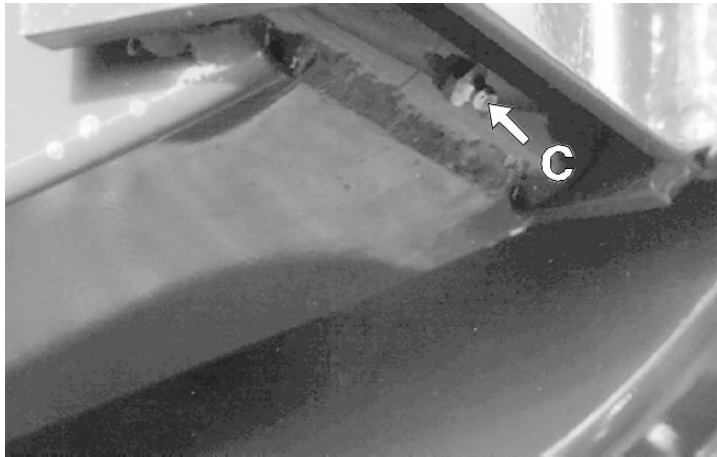

fig.34
- Ogni 20 ore di lavoro ingrassare gli snodi del telaio attraverso gli ingrassatori **C** (fig.34 e 35) e l'ingrassatore supporto disco andanatore **C** (fig.35/1).
- Every 20 work hours, grease the frame swivels by means of the grease nipples **C** (fig.34 and 35) and windrow disk support lubricator **C** (fig.35/1).
- Toutes les 20 heures de travail, il faut graisser les articulations du châssis au moyen des graisseurs **C** (fig.34 et 35) et le graisseur du support du disque andaineur **C** (fig. 35/1).
- Cada 20 horas de trabajo, engrasar las articulaciones de la estructura mediante los engrasadores **C** (fig.34 y 35) y el engrasador del disco hilerador **C** (fig.35/1).
- Die Gelenkpunkte des Maschinengestells alle 20 Betriebsstunden anhand der Schmiernippel **C** (Abb.34 und 35) und die den Schmiernippel **C** (fig.35/1) der Halterung der Schichtscheibe schmieren.